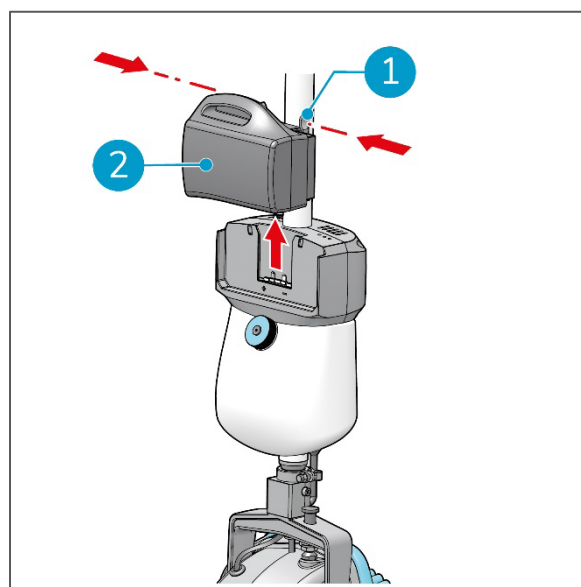

Figure 25
2. Appuyez légèrement sur les clips de la batterie vers l'intérieur (Figure 25, pos 1), retirez la batterie (Figure 25, POS 2).